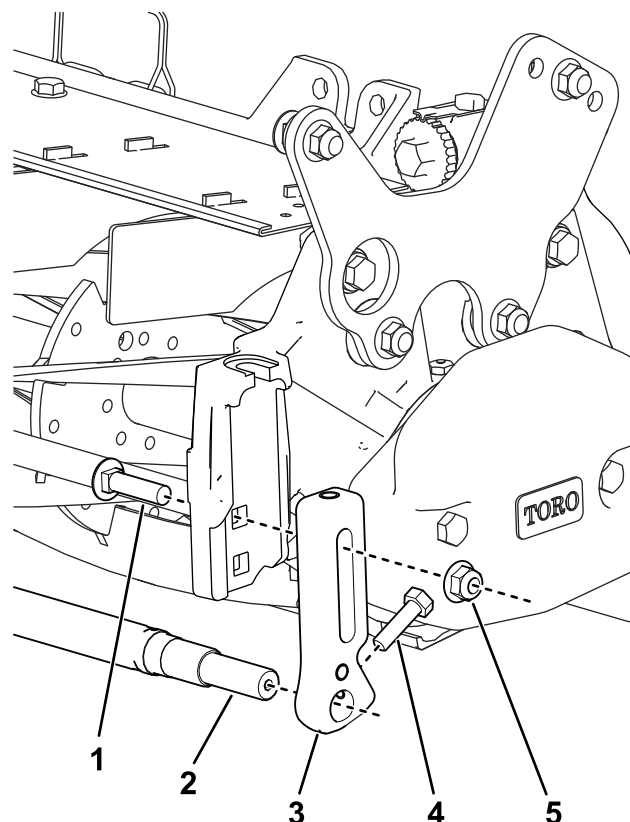

Figure 37
2. À l'aide des boulons de carrosserie et contre-écrous, montez les supports de hauteur de coupe avant dans le trou supérieur de la plaque latérale (Figure 37).